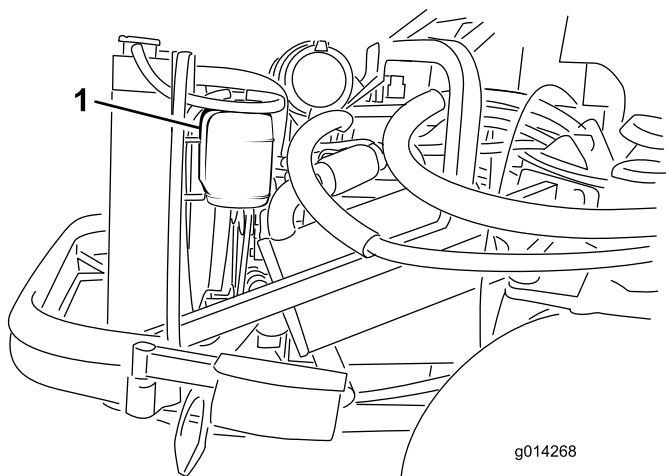

Рисунок 41
1. Проверьте уровень охлаждающей жидкости в расширительном бачке (Рисунок 41). Уровень охлаждающей жидкости должен находиться между отметками, имеющимися на стенке бачка.